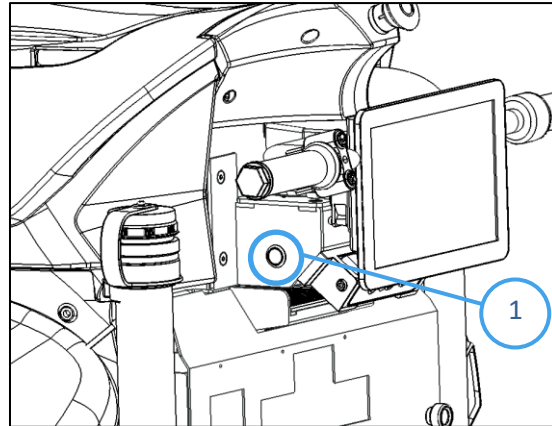

Fig. 2
Une pression sur le bouton de réinitialisation (Fig. 2 - 1) libère le pare-chocs de sécurité (réinitialise le déclencheur d'urgence) et le robot revient à un état utilisable.
2. Appuyez sur le bouton de réinitialisation (Fig. 2 - 1) pour libérer le pare-chocs de sécurité et le robot reviendra à un état utilisable.